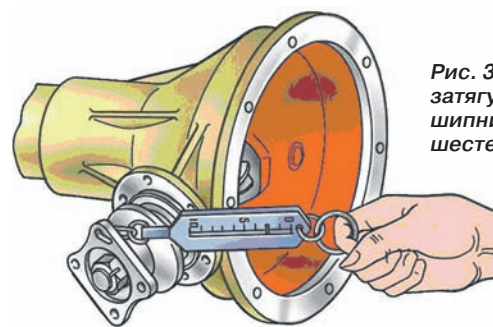

Рис. 3. Перевірка затягування підшипників ведучої шестерні
3. Запресуйте ведучу шестерню в зборі з підшипниками в картер до упору і відрегулюйте попередній натяг переднього підшипника, змінюючи товщину пакету прокладок і затягуванням гайки повністю. При цьому маслосгінне кільце і фланець мають бути встановлені на вал шестерні, а кришка переднього підшипника має бути знята, щоб тертя манжети об фланець не впливало на показники вимірів. Для зменшення натягу додайте прокладки, для збільшення – прибери́ть. При правильному регулюванні осьовий зазор має бути відсутній, а пружинний динамометр повинен показувати зусилля 15–30 Н (1,5–3 кгс) для вироблених підшипників і 20–35 Н (2,0–3,5 кгс) для нових підшипників при повертанні шестерні за отвір у фланці (рис. 3).